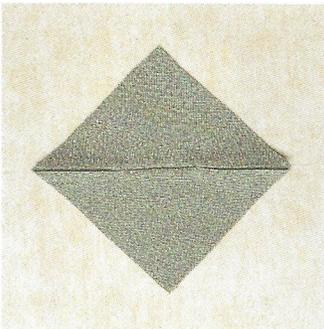

Abb. 8
- Das schräggeschnittene Teil durch die Öffnung führen und dann so falten, dass die Paspel entsteht (Abb. 8).